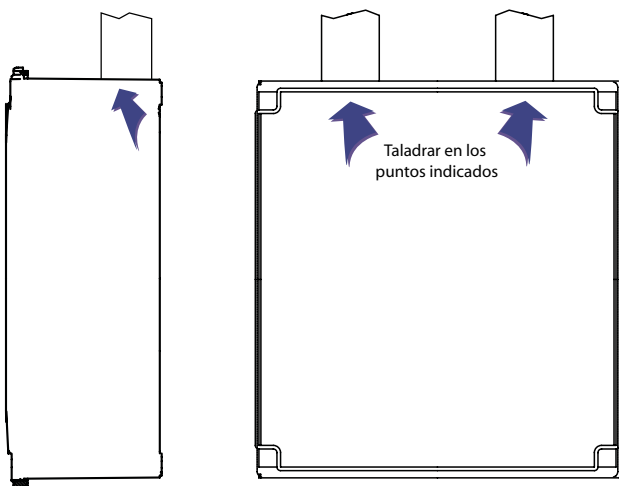

Fig.2
2. Quitar los tornillos y abrir la tapa. Para pasar los cables, taladrar la placa trasera por arriba o por abajo. Véase la fig. 2 como ejemplo: